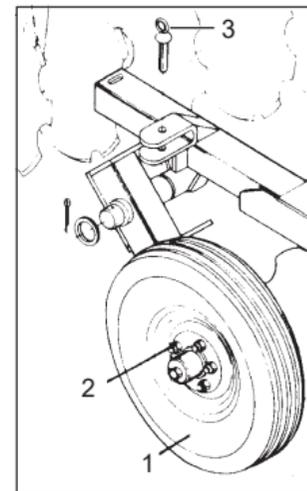

FIGURA 11
21 - Coloque o pino de trava da roda item 3 na armação, conforme mostra a **Figura 11**.